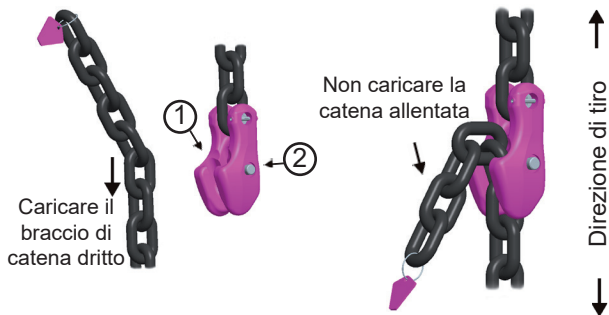

Fig. 12: Accorciatore (assemblaggio)
- 3 accorciare la catena quando allentata, inserendo la maglia nell'apposita tasca dell'accorciatore VIP, (vedi Fig. 12 (1)).
Tenere premuta la sicura durante il posizionamento della catena (vedi Fig. 12 (2)).
La catena portante deve uscire dalla parte inferiore dell'accorciatore (vedi Fig. 12).